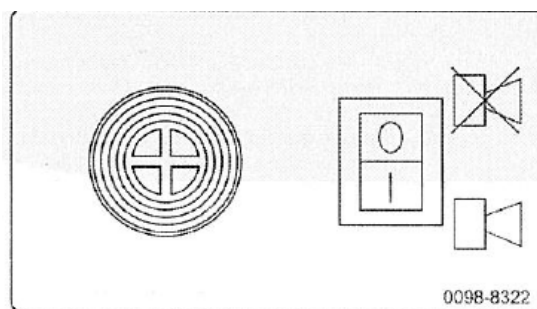

Рис.5 Лицевая панель модуля сигнализации
Модуль сигнализации обеспечивает подачу звуковых предупредительных сигналов. Двухпозиционный переключатель имеет 2 положения: Вкл. (I) и Выкл. (O). См. Рис.5